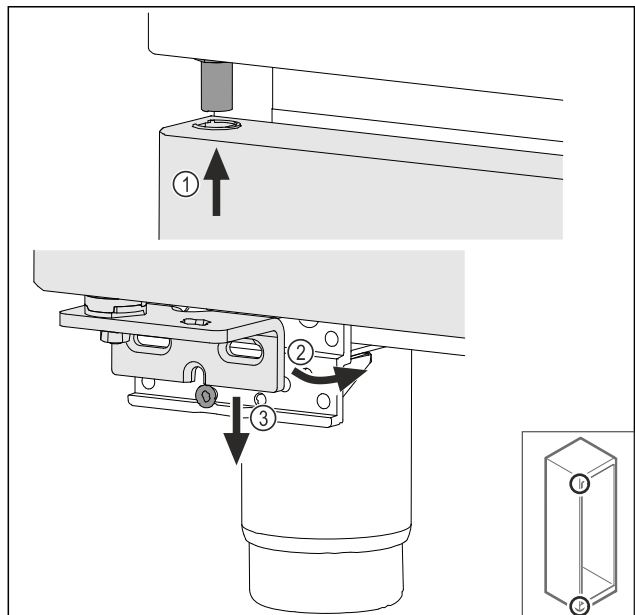

Fig. 44
- Inserire la porta leggermente inclinata in alto Fig. 44 (1), addezzare la porta Fig. 44 (2) e posizionarla in basso sulla vite del blocco di supporto Fig. 44 (3).